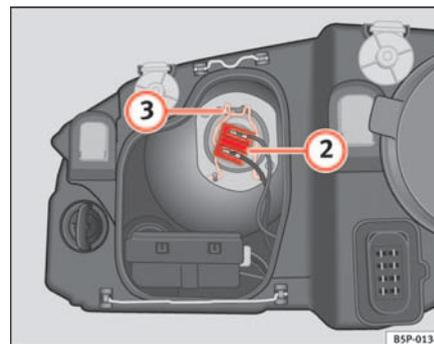

Fig. 176 Anabbaglianti
- Estrarre il connettore ⇒ pag. 256, fig. 176 ② della lampada.
- Sganciare la molla di ritegno ⇒ pag. 256, fig. 176 ③ premendo verso l'interno e a destra.